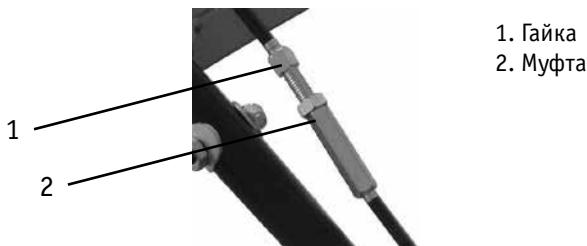

Рис. 12
5. Если вы чувствуете сопротивление при перемещении рычага переключения скоростей, ослабьте шестигранную контргайку на троце управления приводом скоростей (**рис. 12**) и ослабьте муфту троса на один оборот.